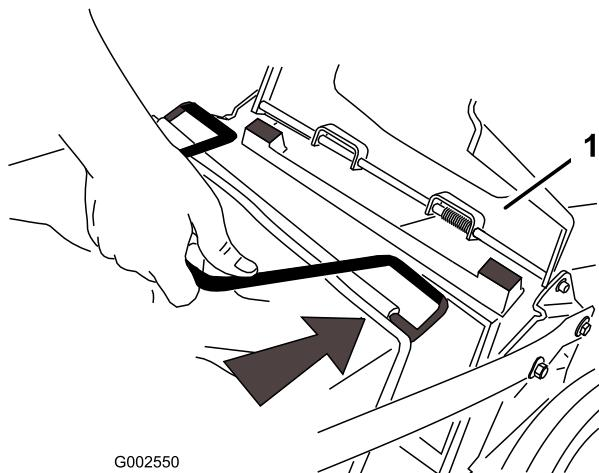

Figure 17
2. Soulevez le volet arrière et gardez-le dans cette position (Figure 17).